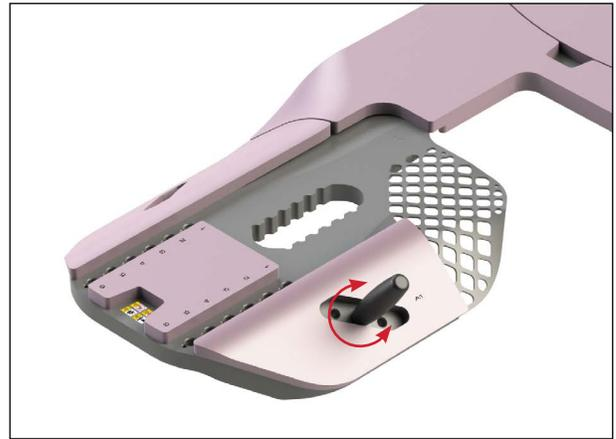

Fig. 15
2. Girare l'impugnatura nell'una o nell'altra direzione fino a serrarla nel foro e a bloccarla in posizione (Fig. 15).